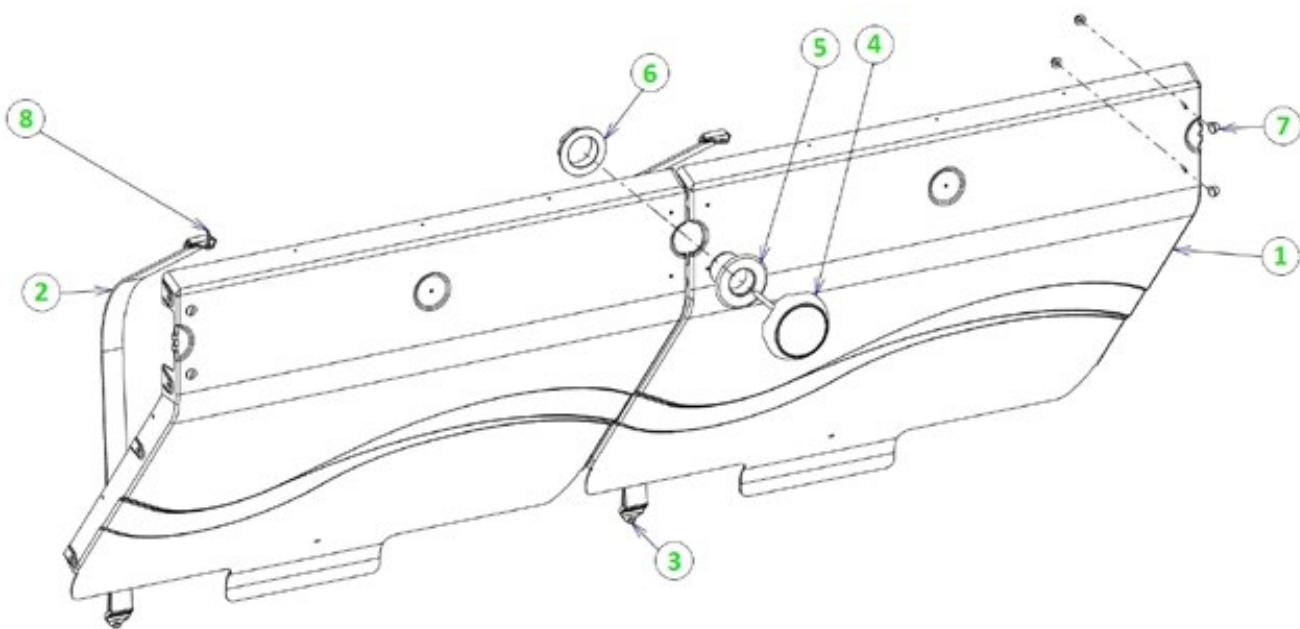

Figure 42 – Montage de la paroi de séparation et du projecteur
Les étapes de montage de la poutre sont illustrées à la Figure 42. La visserie nécessaire à ce montage se trouve dans le sachet Y. Sur cette figure, la paroi de bois est située entre les pièces 7 et 8, et le liner est situé entre les deux joints (7) en caoutchouc.
Montez les deux équerres de support de parois de séparation (12) sur les platines (5) par le biais de quatre écrous (14) et quatre rondelles (13) de diamètre 8 mm en inox A4. Les avancées sur lesquelles de situent les trous oblongs sur les équerres (12) doivent se situer du même côté de la poutre (voir zoom Figure 42).
Pour finir, fixez la paroi de séparation sur les équerres (pièce 12 de la Figure 42) grâce à quatre vis (7) à tête poêlier 8×16 , quatre rondelles et quatre écrous de diamètre 8 mm en inox A4.